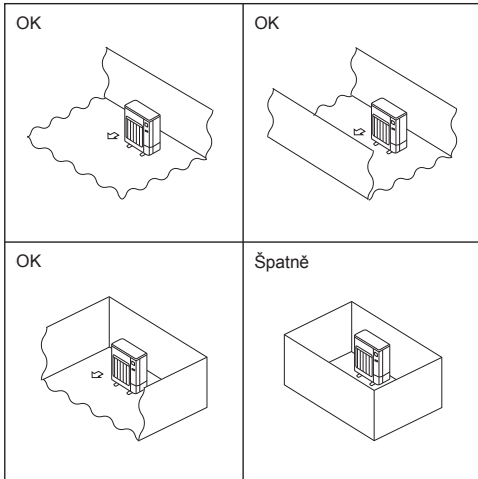

Fig. 2-2
- Ⓓ Venkovní jednotky instalujte na místa, kde je alespoň jedna z jejich čtyř stran otevřená a prostor je dostatečně velký a bez prohlubni. (Fig. 2-2)